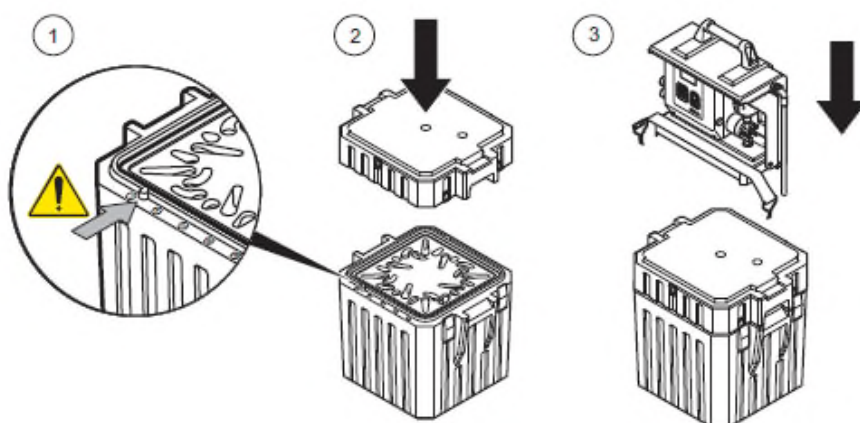
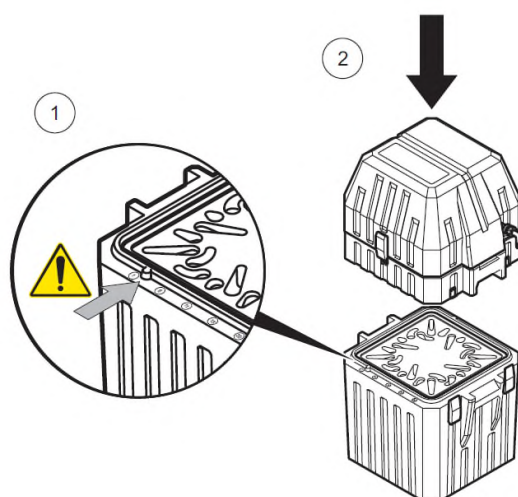

Abbildung 32 Gehäuseoberteil aufsetzen (TP5 P)
Abbildung 33 Gehäuseoberteil aufsetzen (TP5 C)
8. Setzen Sie das Oberteil wieder auf das Unterteil auf wie in den Illustrationen Abbildung 32, Seite 29 und Abbildung 33, Seite 29 gezeigt.